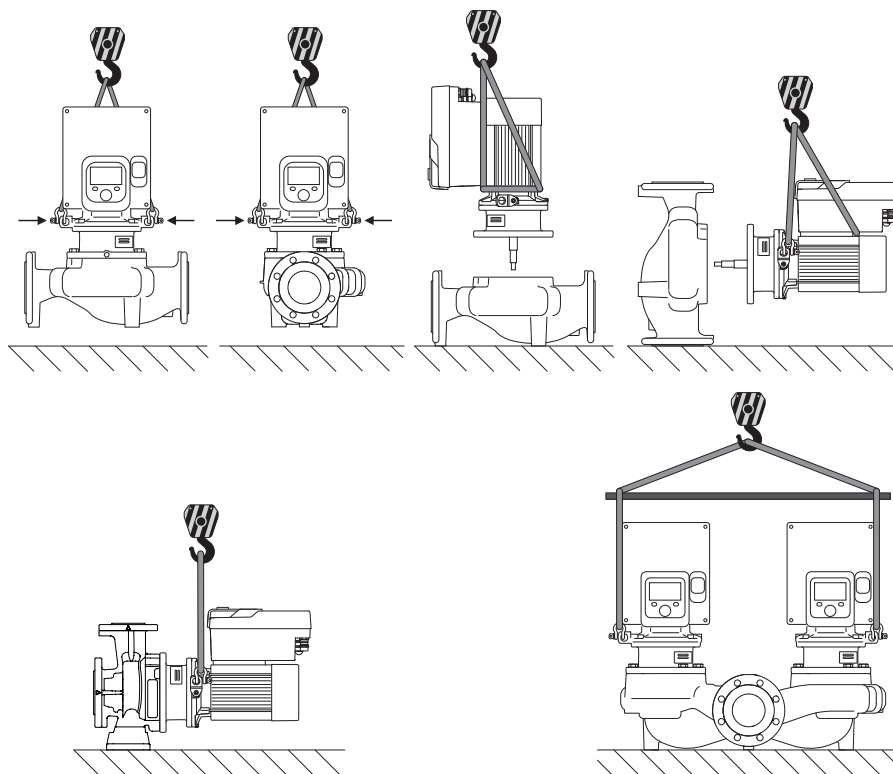

Fig. 6: Kėlimo kryptis
Transportuojant siurblij būtina naudoti leistinus kėlimo mechanizmus (pvz., skridinį, kraną ir pan.). Kėlimo mechanizmai turi būti tvirtinami prie ant variklio flanšo esančių transportavimo ąsų. Kėlimo kilpas, jeigu reikia, pastumkite po adapterio plokšte (Fig. 6).
2. Įstatomąjį modulį (Fig. 4) saugumo sumetimais pritvirtinkite prie transportavimo ašų, kad būtų galima jį pritvirtinti prie tinkamos kėlimo priemonės. Norėdami apsaugoti įrenginį nuo apvirtimo, užtvirtinkite dirželio kilpą aplink elektronikos modulio variklį ir adapterį, kaip parodyta Fig. 6. Pritvirtinimo metu nepažeiskite elektronikos modulio.